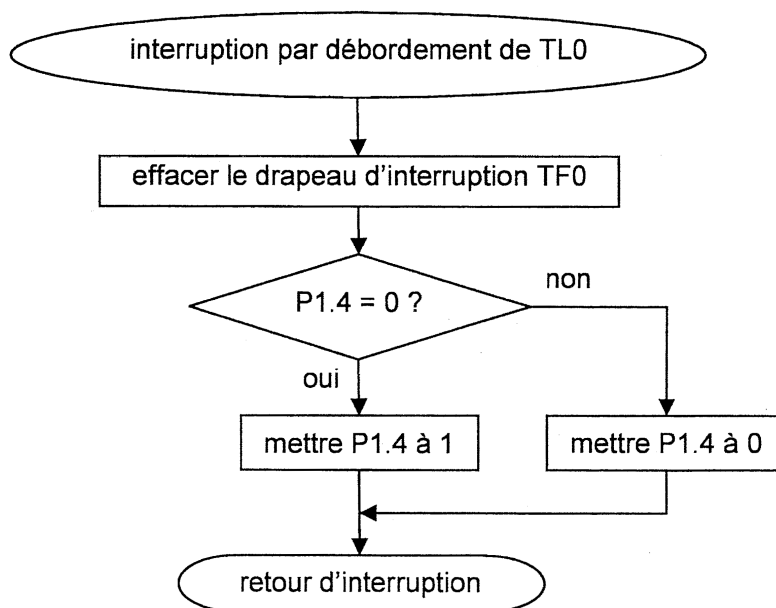

Figure 5 : Ordigramme du programme de réponse à l'interruption
**Q7.** Compléter, à l'aide de l'ordinogramme (Figure 5), les lignes 2, 4 et 8 du programme de réponse à l'interruption (document réponse BR1).